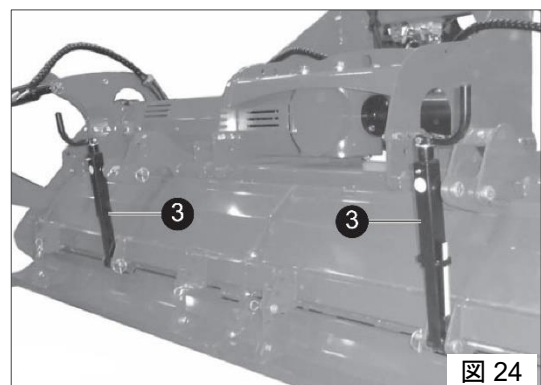

図 24
新しいシステムは、位置制御用の目盛り付きロッド(図 24 の③)を備える機械式ジャッキによるボンネットの調整を可能にします。